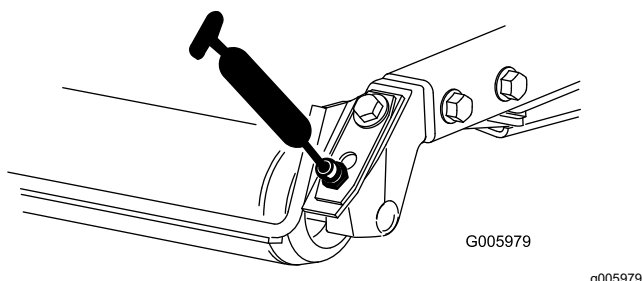

Figure 45
- Roulements de rouleau arrière (2 par unité de coupe), comme montré à la Figure 45